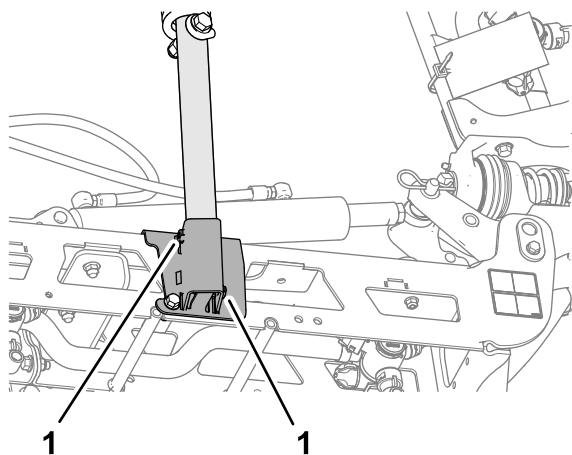

図 111
3. 下側クレードルチューブを固定している固定ねじをゆるめる 図 111。